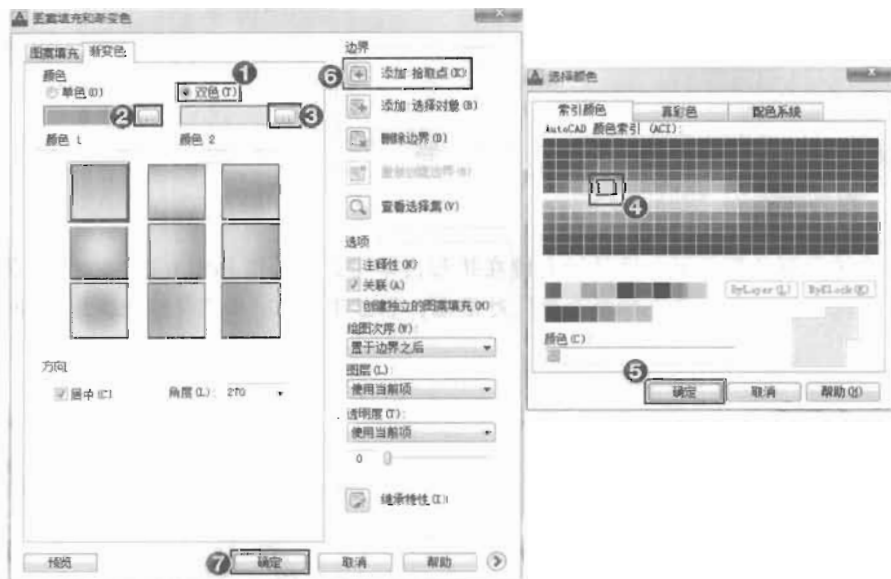

图 7-36
(2) 单击“绘图”工具栏中的“渐变色”按钮, 打开“图案填充和渐变色”对话框, 在其中选择“双色”单选项, 然后进行相关参数设置, 如图 7-36 所示。